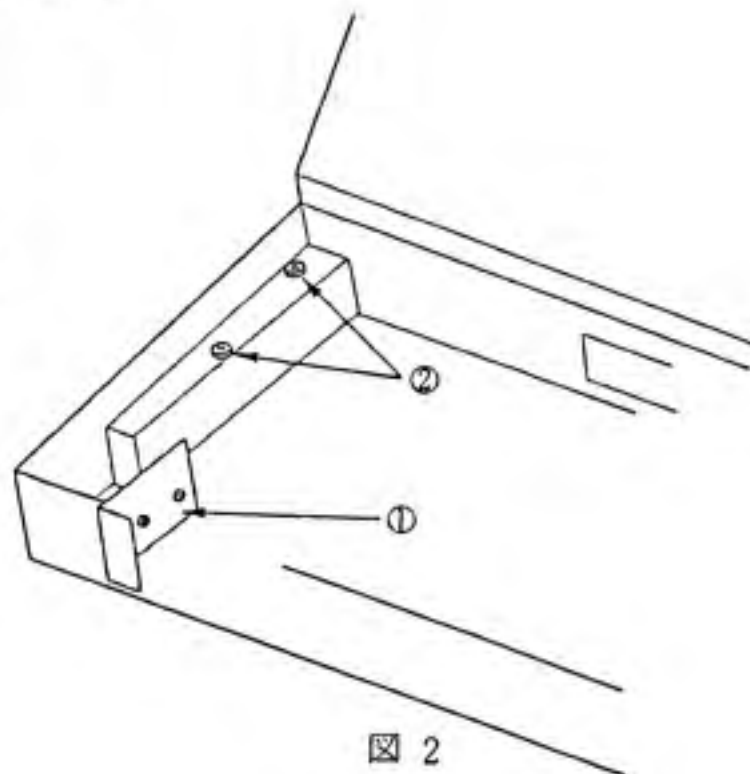

図 2
- (1) CABI のコンパネを開いて下さい。
- (2) 図 2 中①のネジ (M3×16) を取り、そこに取り付けられている BRACKET (105-5080) を取りはずして下さい。
- (3) 図 2 中②で示すネジを取りはずして下さい。